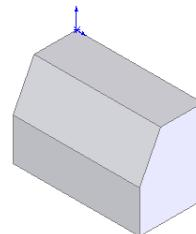

图 3-106 倒角的图形
**03** 确认倒角特征。单击“倒角”属性管理器中的“确定”图标按钮 ，结果如图 3-106 所示。